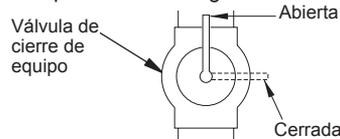

Figura 17 - Válvula de cierre del equipo
1. Cierre la válvula de cierre del equipo (consulte la figura 17).
1. Abra la válvula de cierre del equipo (consulte la figura 17, página 16).